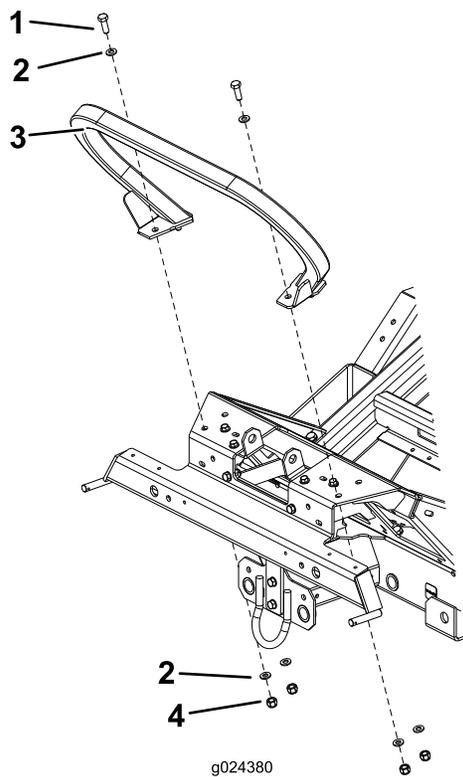

Figure 6
1. Retirez les (4) vis M10 x 20 et écrous qui fixent le support de pivot de la plate-forme au châssis. Veillez à ne pas déplacer le support de pivot.
2. Montez l'arceau avant sur le châssis avant au moyen de (2) vis M12 x 35, (6) rondelles et (4) écrous M12 (Figure 6). Serrez toutes les fixations à fond.